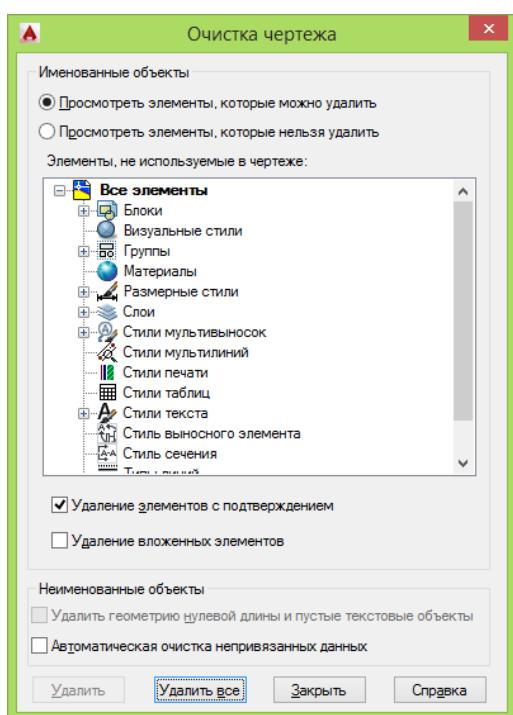

Рис. 19. Стандартное диалоговое окно AutoCAD очистки чертежа.
- в диалоговом окне *Очистка чертежа* (см. Рис. 19) указать элементы, которые нужно удалить и нажать *Удалить* / *Удалить все*.